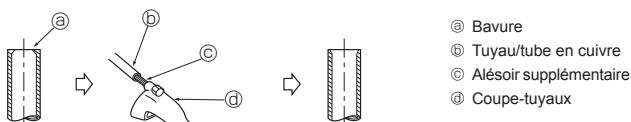

Fig. 5-3
5.3.2. Enlever les bavures (Fig. 5-3)